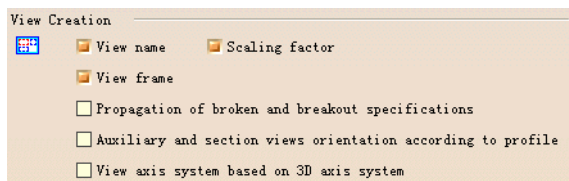

图 6-39
(1) View Creation (视图创建) 选项组 (如图 6-39 所示)